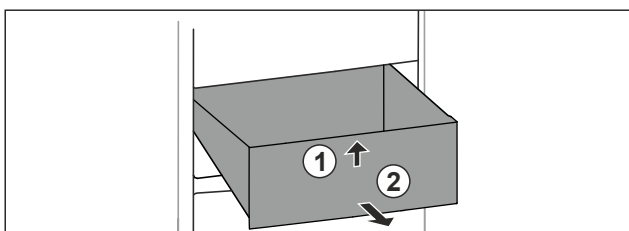

Fig. 115
- Schubfach vorne anheben. Fig. 115 (1)
- Schubfach nach vorne entnehmen. Fig. 115 (2)